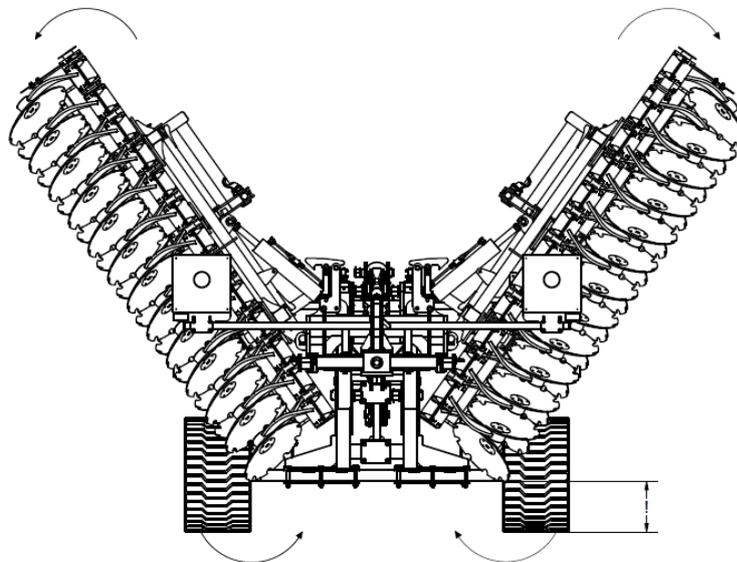

Abb. 8 Reihenfolge der Öffnung der Maschine: Öffnen der Maschine unter besonderer Berücksichtigung der Höhe der Armeenden vom Boden.
4. Achten Sie beim Öffnen der Flügelarme der Maschine darauf, dass die Enden der Arme auf der richtigen Höhe sind, damit sie nicht am Boden hängen bleiben (Abb. 8).